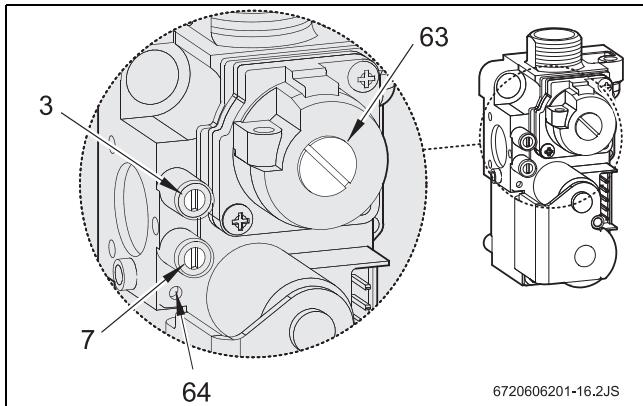

Fig. 25 Bloc de gaz
- Enlever le bouchon plombé de la vis de réglage gaz (63) (voir Fig. 25).